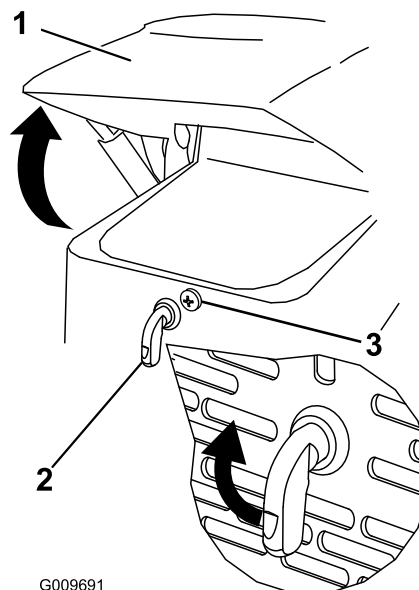

Figure 23
1. Desserrez la vis de verrouillage du capot (Figure 23).
2. Tournez le verrou du capot dans le sens horaire (Figure 23).
3. Soulevez le capot (Figure 23).
- Serrez la vis de verrouillage du capot pour fixer le verrou (Figure 23).